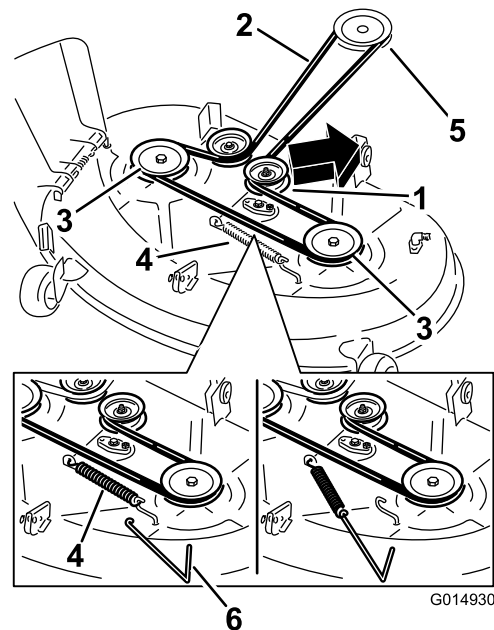
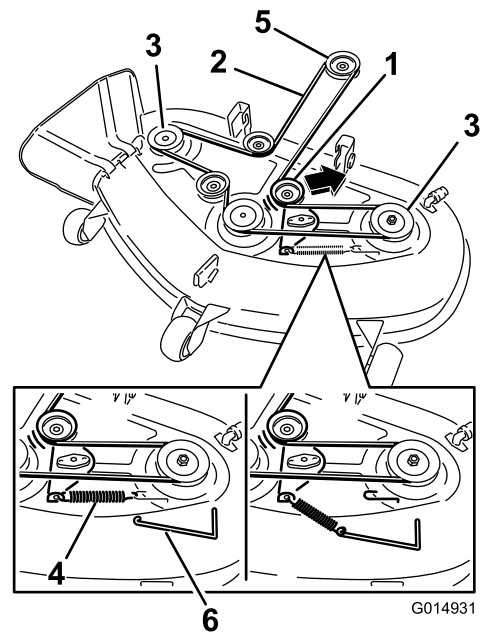

Figura 69
Figura 70
5. Usando una herramienta para la retirada de muelles (Pieza Toro 92-5771), retire el muelle tensor del gancho de la carcasa para eliminar la tensión de la polea tensora, y retire la correa de las poleas (Figura 69 y Figura 70).
6. Pase la correa nueva alrededor de las poleas del motor y del cortacésped (Figura 70).
7. Con la ayuda de una herramienta para la retirada de muelles (pieza Toro N° 92-5771), instale el muelle tensor sobre el gancho de la carcasa y tense la polea tensora y la correa (Figura 69 y Figura 70).